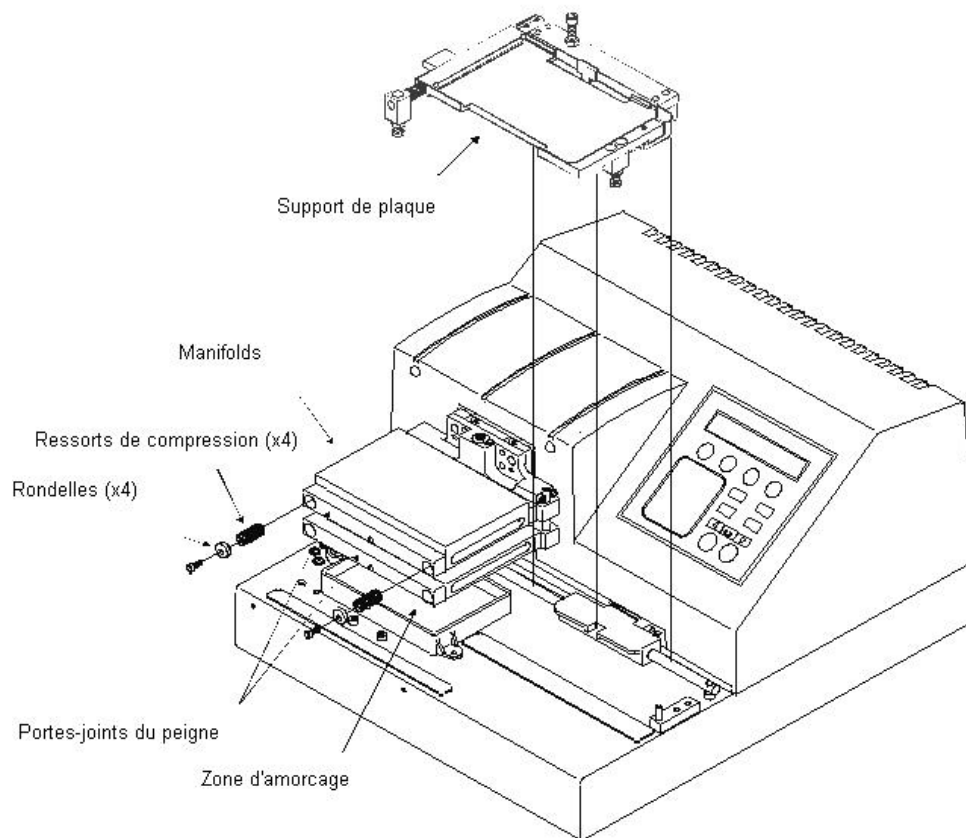

Figure 16: Positionnement du Peigne dans les Laveurs ELx405 Select et HT
3. Retirer les vis qui retiennent le peigne en place (voir **Figures 16 et 17**).